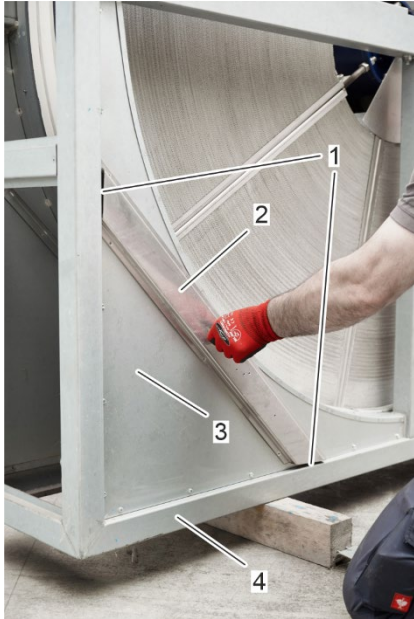

Abbildung 22: Ausrichtung der Querträger
1. Der Querträger (Abbildung 22/2) wird am Gehäuse des Rotationswärmetauschers (Abbildung 22/3) so ausgerichtet, dass die Gehrungen des Querträgers (Abbildung 22/1) parallel zum Gehäuserahmen (Abbildung 22/4) verlaufen.